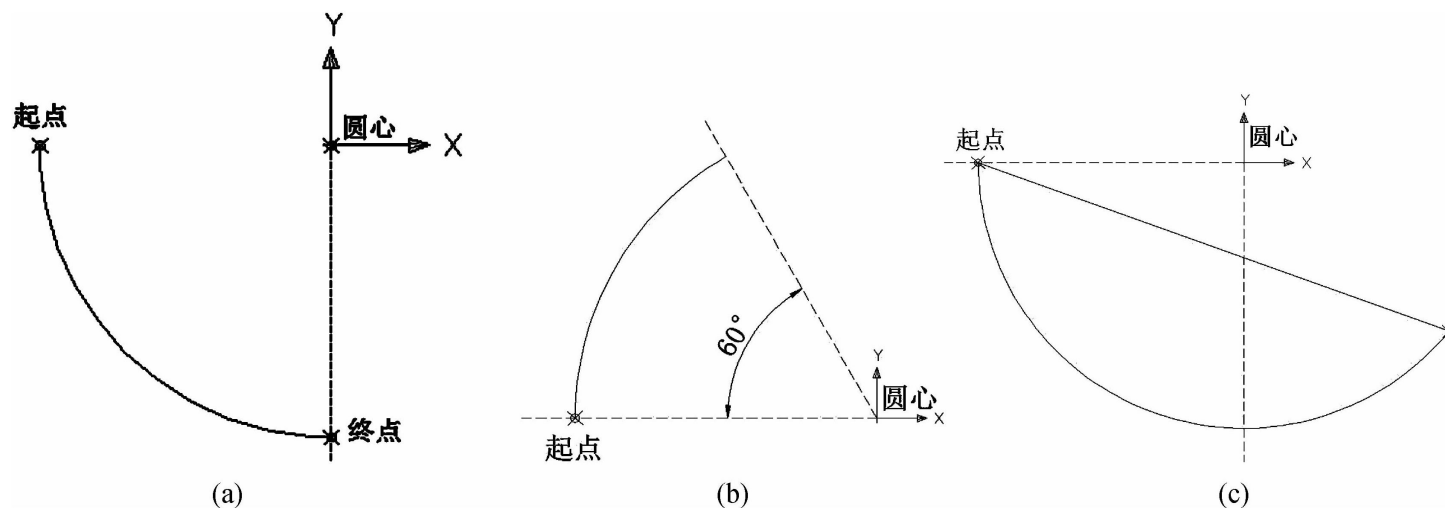

图 2-5
2. 指定中心点绘制圆弧，有以下三种方式创建所需圆弧对象（图 2-5）：